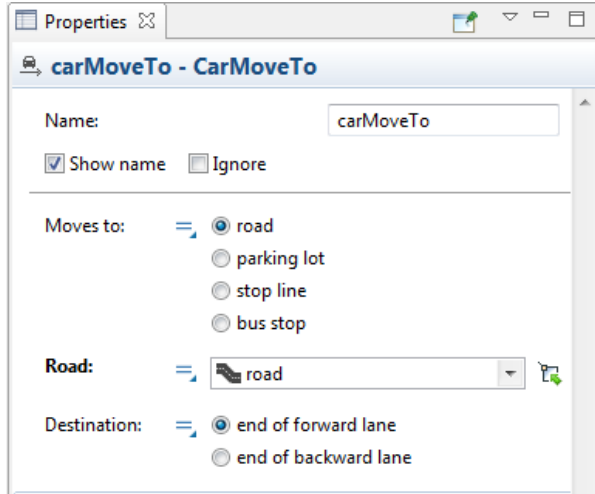

Рисунок 2.71 – Властивості блоку *carMoveTo*
- змініть властивості блоку *carMoveTo* (рис. 2.71). Залишіть задану за замовчуванням опцію *Moves to: road* (мета руху: дорога) та виберіть ім'я нашої дороги *road* у списку *Road* (дорога). Цей блок моделюватиме рух автомобілів вказаною дорогою до кінця смуги основного руху (задається параметром *Destination*).